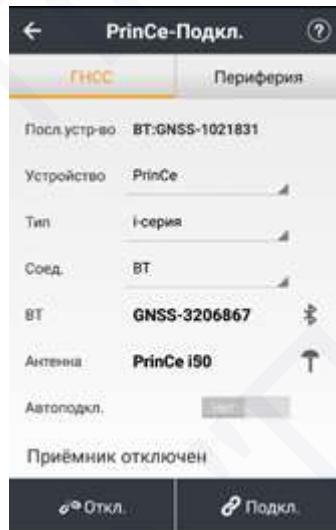

Рис. 2.12
2. Перейдите в меню **[Настройки] → [Подкл.]**. Выберите устройство: PrinCe, тип: i-серия, соединение: BT или WiFi, антenna PrinCe i90 (см. рис. 2.12). Нажмите кнопку **[Подкл.]**, чтобы выполнить подключение.